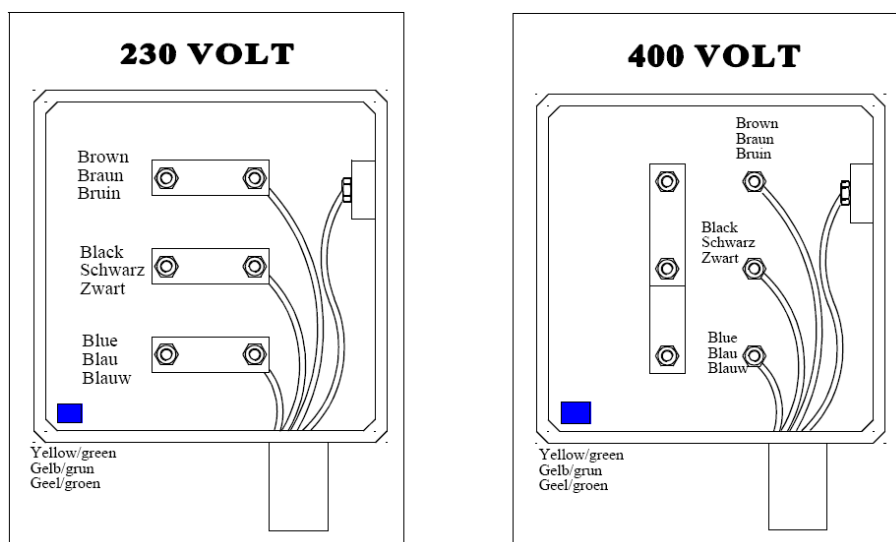

Figura 5.4-1: Conexión de los cables en la caja de empalmes del electromotor
- Abra la caja de emplames del electromotor y monte las tiras como se ilustra en Figura 5.4-1.
Empalme los cables interiores del cable de alimentación según el esquema adecuado ilustrado en Figura 5.4-1. Empalme, según la toma eléctrica, un enchufe en el extremo del cable. Tras la conexión, compruebe el sentido de la cinta de esmerilado. Ésta debe dirigirse, por la parte superior, hacia el soporte cruzado.